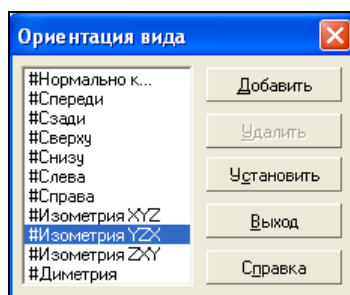

Рис. 4.21. Диалоговое окно Ориентация вида
- ◆ из строки меню раскройте пункт **Вид ► Ориентация**. На экране появится диалоговое окно **Ориентация вида** (рис. 4.21). В этом окне выделите пункт **Изометрия YZY** и нажмите кнопку **Установить**.